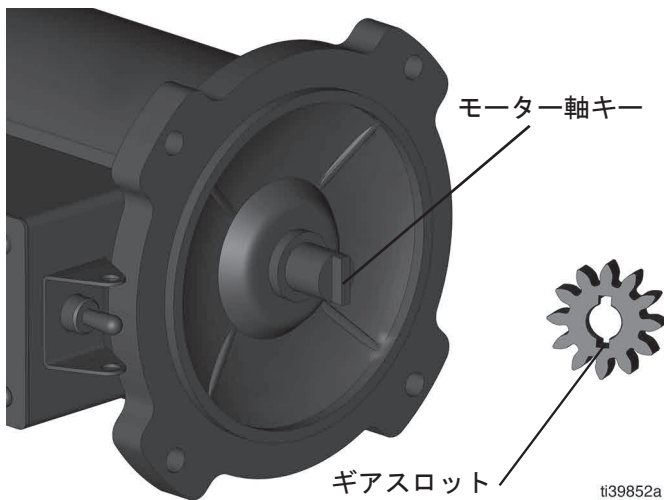

図 5
1. モーターの上にポンプハウジングアセンブリを置きます。モーター軸キーは、カバー内側のギアのスロットと一致する必要があります (図 5 を参照)。